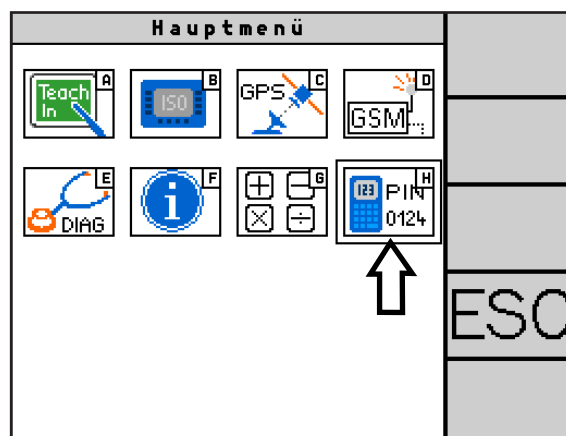

Abb. 128: Code-Eingabe aufrufen
Wählen Sie im Hauptmenü das PIN-Symbol (H) (siehe Abb. 128) aus, um die Code-Eingabe zu öffnen.